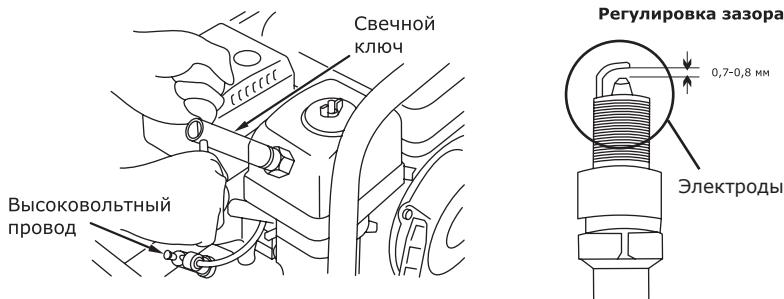

Рис. 18
- Выверните свечным шестигранным ключом, входящим в комплект поставки, и осмотрите свечу (рис. 18). Электроды свечи должны иметь светло-коричневый цвет.
• Проверьте величину зазора между заземляющим и центральным электродами, используя специальный щуп. При необходимости установите зазор 0,76 мм (рис. 18).